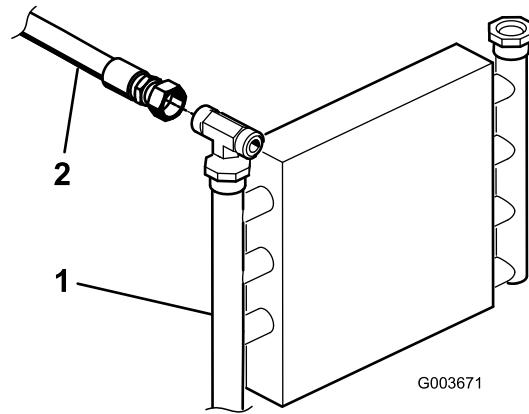
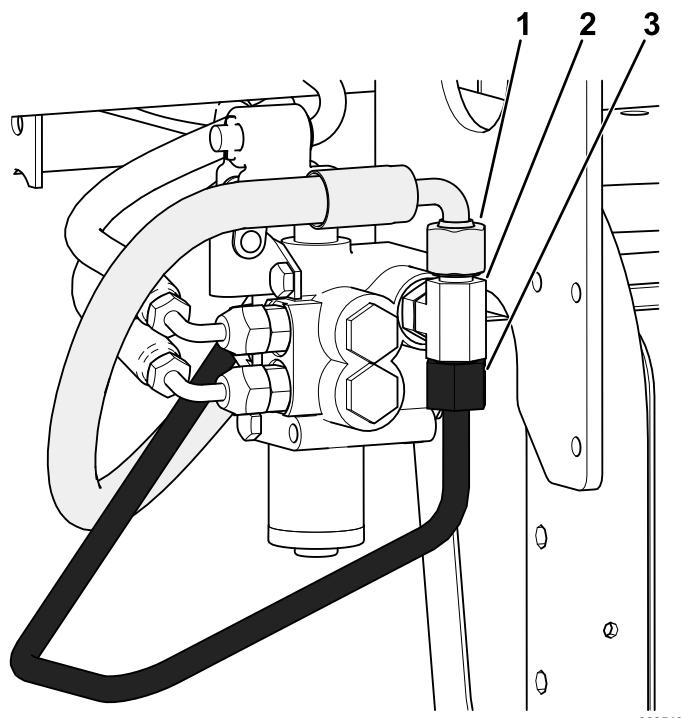

Figure 4
Figure 6
- C. Débranchez le flexible hydraulique (144-1367) du raccord en T (340-94), comme montré à la Figure 6.
1. Localisez le tube hydraulique qui relie le refroidisseur d'huile au distributeur de levage existant (Figure 4).
3. Débranchez et retirez le tube hydraulique qui relie le refroidisseur d'huile au distributeur de levage (Figure 4 et Figure 6).